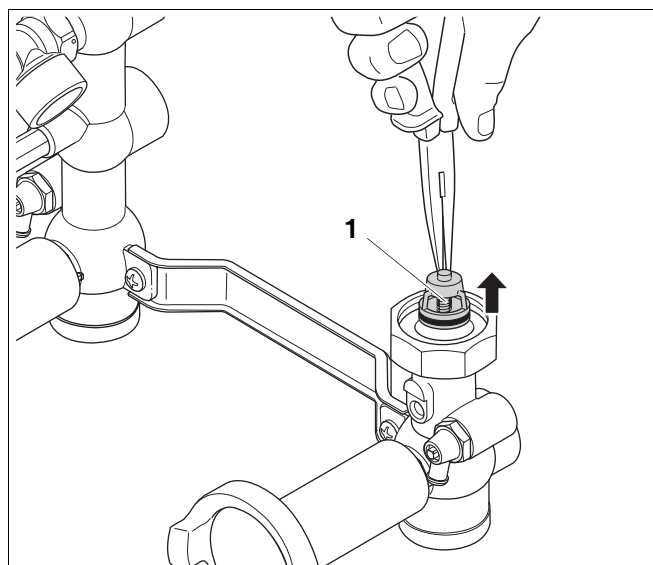

Bild 6 Ta bort backventilen
- Ta bort backventilen (bild 6, pos. 1).